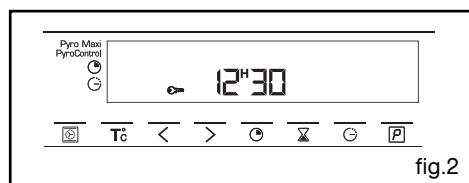

fig.2
-> l'accès aux commandes de votre four est bloqué (fig.2).